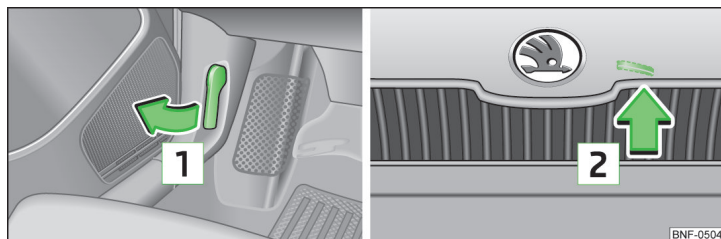

Fig. 96 Palanca de desbloqueo del capó del vano motor / palanca de desbloqueo
- Tire de la palanca de desbloqueo 1 ubicada debajo del cuadro de instrumentos en el sentido de la flecha **1** » fig. 96.
- Presione la palanca de desbloqueo en el sentido de la flecha **2** » fig. 96, el capó se desbloqueará.
No levante nunca el capó con la palanca de desbloqueo » fig. 96.